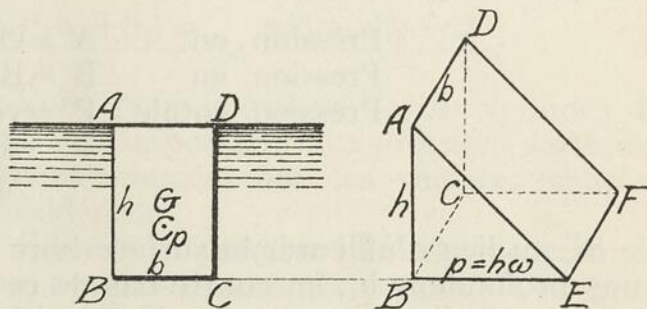

FIG. 4
a) Rectangle ABCD vertical et adjacent à la surface libre (Voir Fig. 4).